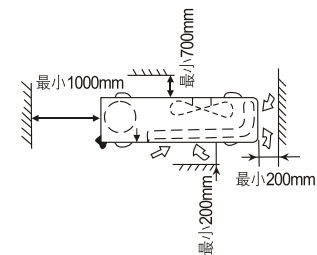

图4 机器户外部分所需空间
(1) 安装场所必须满足如下要求：
- 确定机器四周留有充分空间，并尽可能地远离障碍物，以便操作和维修。见图4。机组安装处应有二个以上方向是敞开的。
(2) 安装